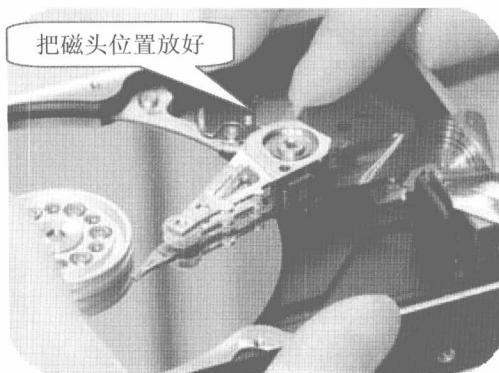

图 8-43 把磁头位置放好
步骤⑩ 把磁头位置放好，并接好相应的电路板连接线，如图 8-43 所示。